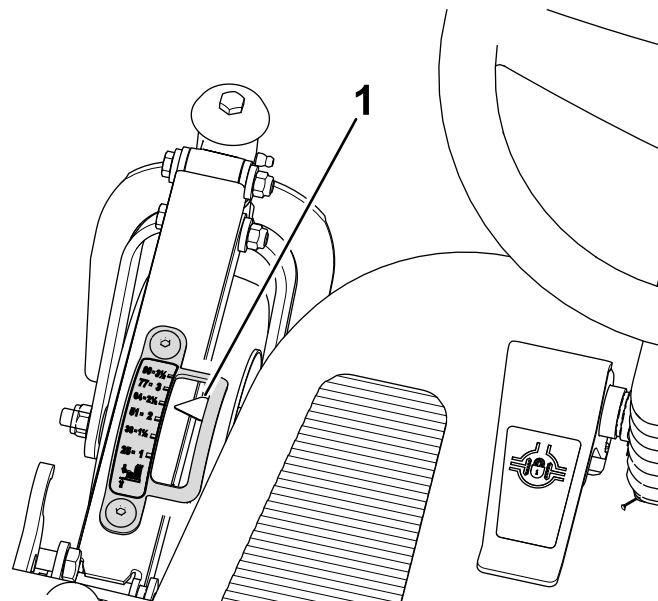

Figure 97
1. Réglez la hauteur de coupe à 64 mm (Figure 97).